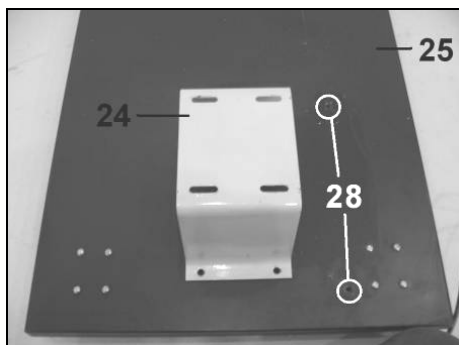
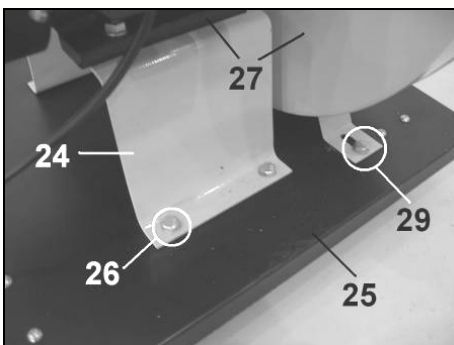

Fig 10
Fig 11
- Placez le support du moteur (24) sur le plateau (25) (Fig 10) et vissez-le directement dans le plateau avec les 4 vis hexagonales et les rondelles (26) (Fig 11).
- Avec l'aide d'une tierce personne, placez l'ensemble ventilateur/moteur (27) sur le plateau (25): le moteur doit reposer sur le support (24) et les pattes de fixation du ventilateur doivent être positionnées sur les 2 trous (28) (Fig 10 & 11).